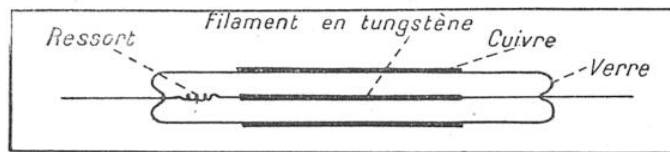

FIG. 3. — SCHÉMA D'UN COMPTEUR DE GEIGER ET MULLER
Enfin, les compteurs de Geiger-Müller (fig. 3) relèvent encore plus spécialement de la technique des rayons cosmiques. Un tel compteur consiste en un tube de métal cylindrique, dans l'axe duquel passe un filament; on établit entre cylindre et filament une différence de potentiel de l'ordre de 1500 volts, créant un fort gradient de champ à l'intérieur du tube. Lorsqu'un corpuscule ionisant traverse celui-ci, les ions produits se dirigent avec une grande vitesse vers les électrodes, libèrent sur leur passage de nouveaux ions, et déclenchent ainsi un processus catastrophique qui amène la décharge du tube. En enregistrant cette décharge sur un simple compteur téléphonique, on peut compter par ce procédé les rayons ionisants passant en un endroit donné, du moins jusqu'à une certaine limite de fréquence (1).
(1) En effet, l'appareil possède un « temps mort », de l'ordre d'un millième de seconde, suivant immédiatement chaque décharge, pendant lequel il n'est plus réceptif. Un corpuscule tombant sur le compteur moins d'un millième de seconde après le premier ne sera pas enregistré, puisque l'appareil est encore en cours de fonctionnement par suite du passage du premier. Le calcul des probabilités établit une relation entre la fréquence enregistrée et la fréquence réelle en fonction du temps mort.